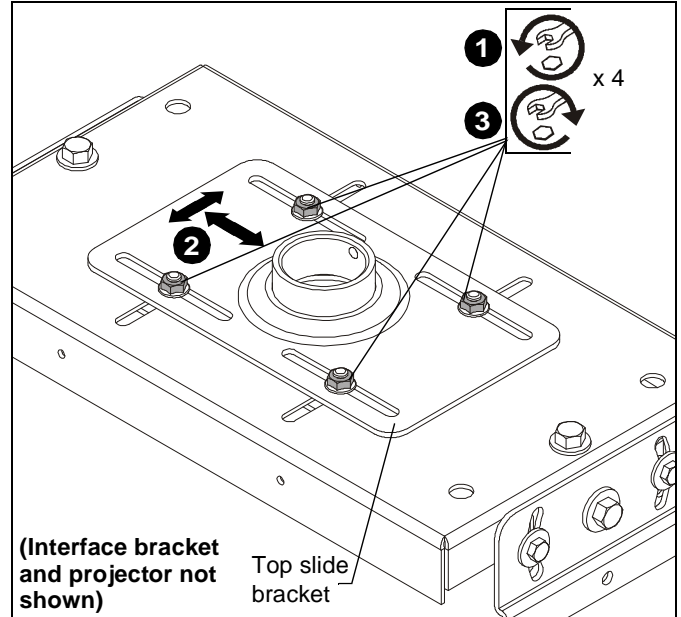

Figure 4
**Horizontal Adjustments** ((Siehe Abb. 4))